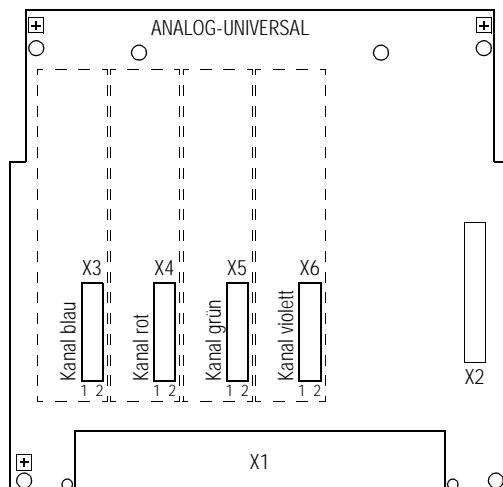

Bild 16 Anordnung der Steckbrückenfelder
2. Auf der Bestückungsseite der Kanalkarte die Steckbrücken kanalspezifisch anordnen. Bild 16 zeigt die Position der Steckbrückenfelder, die den Kanälen (X3 ... X6) zugeordnet sind.